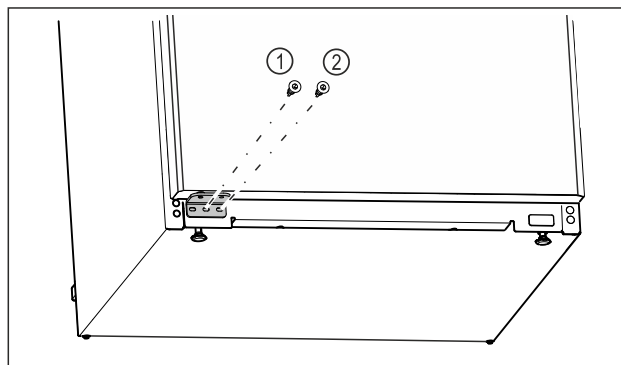

Fig. 25
- ▶ Apretar el tornillo central del soporte del cojinete Fig. 25 (1) con un destornillador Torx 20.
- ▶ Apretar el tornillo interior del soporte del cojinete Fig. 25 (2) con un destornillador Torx 20.